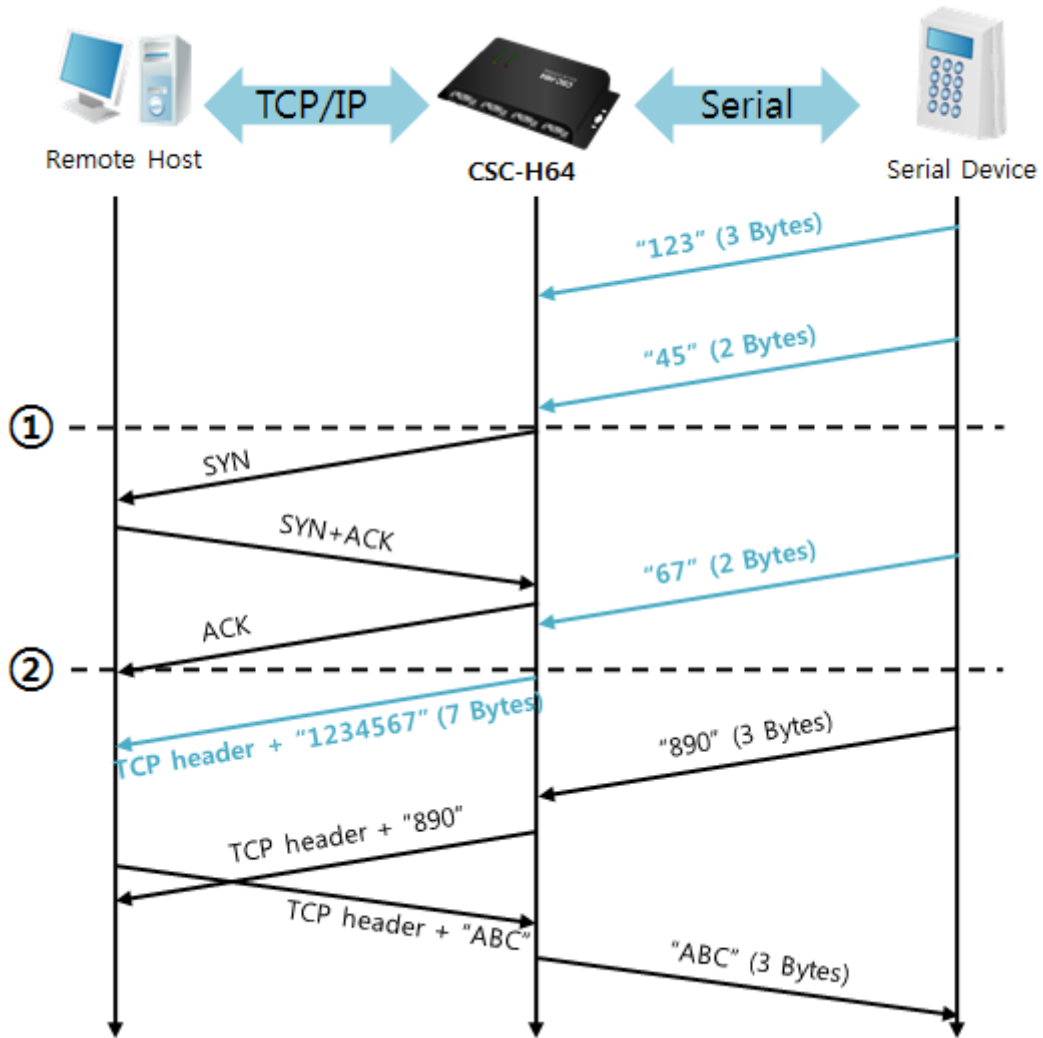

图 5-5 数据包设定为5的情况
就如图 5-5中所示CSC-H64在串口数据为5字节时，立即发送邀请。另外，在TCP连接邀请前始点(①)进来的串口数据“123”，“45”与结束TCP连接始点(②)前进来的数据“67”依据[数据包设定]为0以外的值设定情况构成连接后传送到远程HOST。